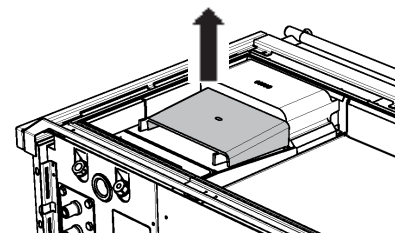

Fig. 54
- Enlevez le déflecteur (Fig. 54)